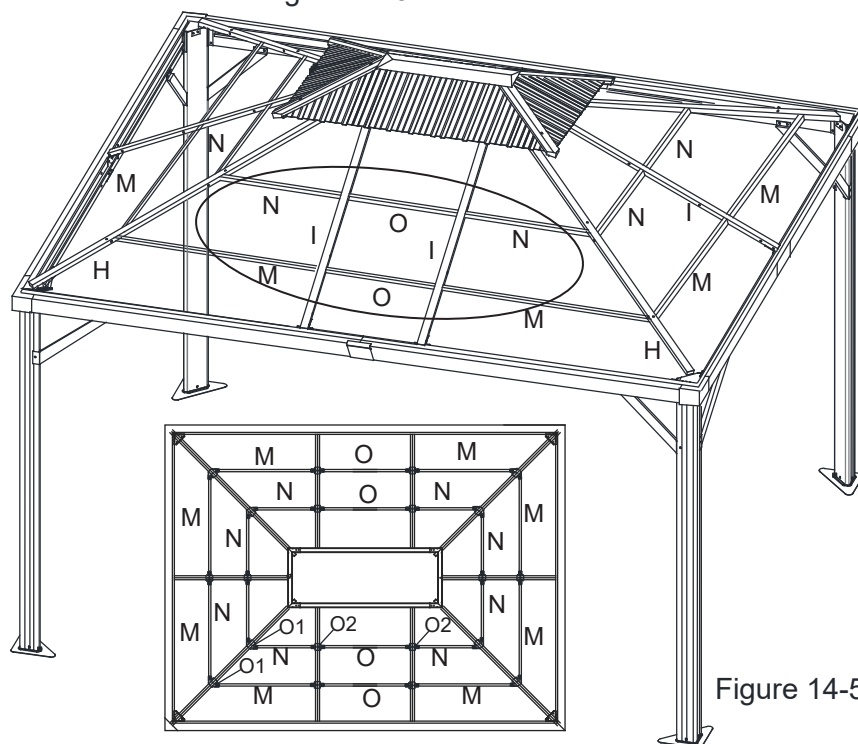

Figure 14-5
14.5. Répéter l'opération pour tous les côtés. Serrer tous les boulons. Voir figure 14-5.